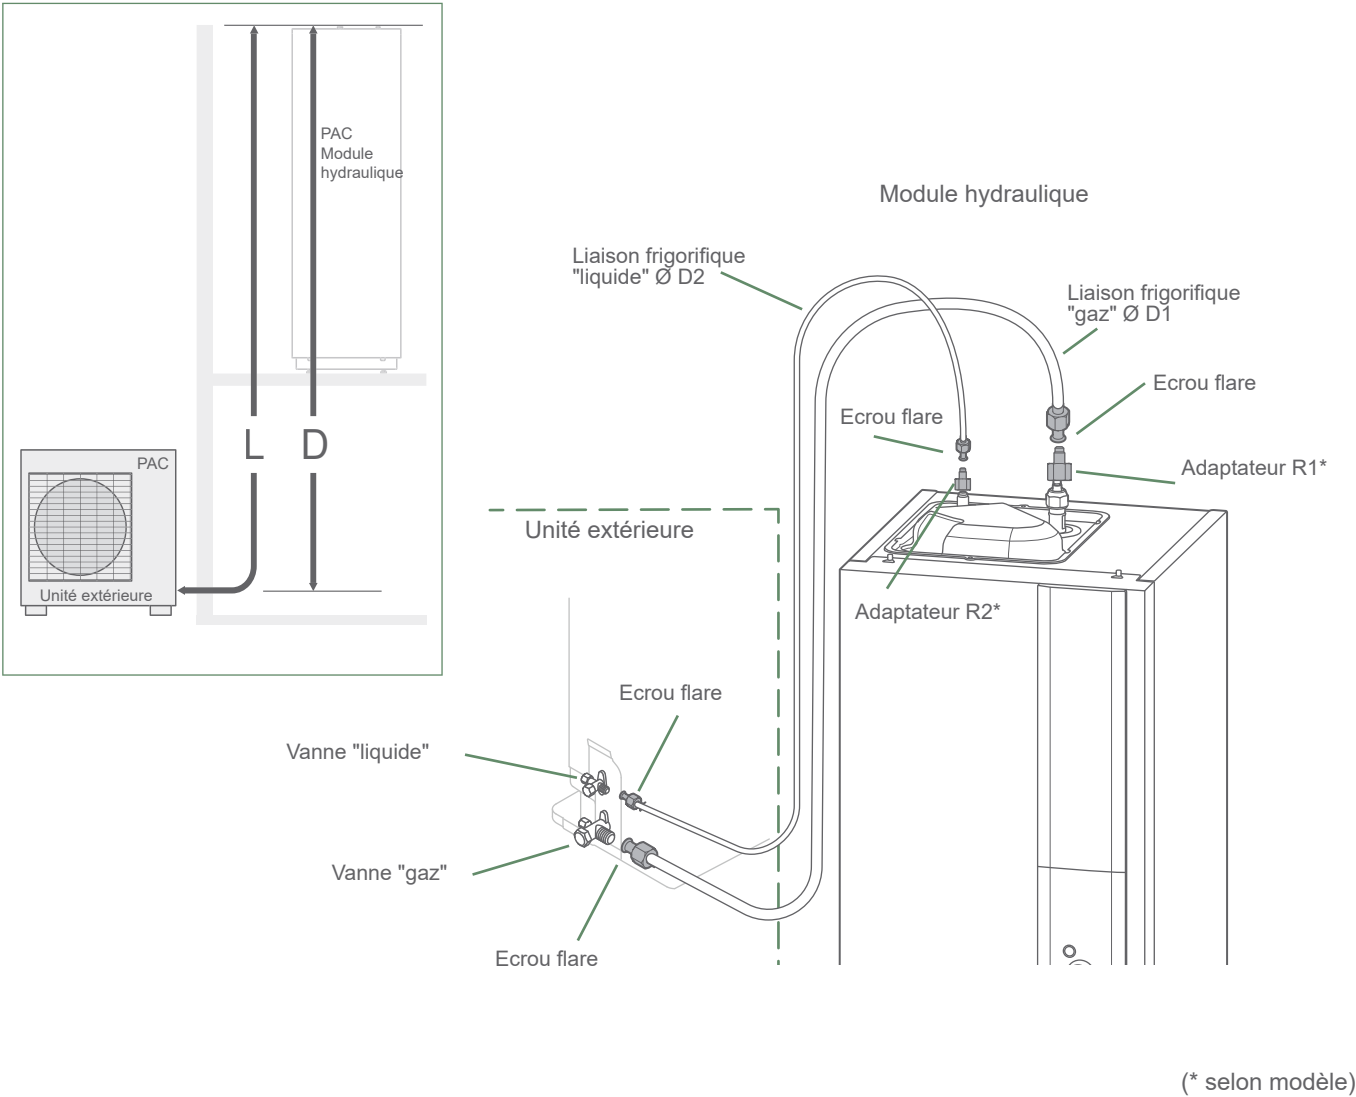

fig. 33 - Raccordement des liaisons frigorifiques (diamètres et longueurs permises)
- Suivant le cas, raccorder un adaptateur (réduction) 1/4" - 3/8" ou 1/2" - 5/8" (voir *fig. 33*).